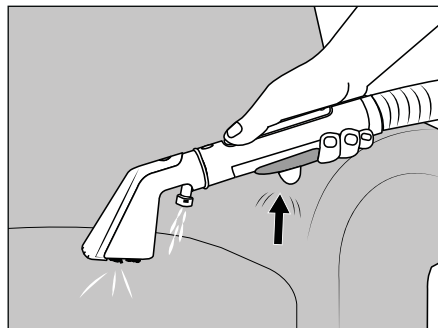

Afb. 5
- (1) Vul het schoonwaterreservoir 2 met uitsluitend met koud tot warm leidingwater of gedestilleerd water. Gebruik geen kokend water.
- (2) Gebruik het apparaat nooit zonder water in het schoonwaterreservoir 2.
- (3) Gebruik uitsluitend in de handel verkrijgbare, niet schuimende kussenreinigers of **LIDL W5 schoonmaakazijn**. Andere reinigingsmiddelen kunnen het apparaat beschadigen. Wij adviseren om drie eetlepels **LIDL W5 schoonmaakazijn** toe te voegen aan een volledig gevuld (1,7 liter) schoonwaterreservoir 2. Verhoog zo nodig de hoeveelheid schoonmaakazijn geleidelijk tot het gewenste resultaat is bereikt.
- ◆ Pak het schoonwaterreservoir 2 vast aan de handgreep van het deksel 1 en trek het naar boven toe uit het apparaat (zie afb. 5).
- ◆ Trek de beide bevestigingslipjes iets naar buiten en neem het deksel 1 af (zie afb. 5).